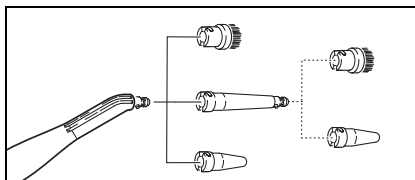

Fig. 8
- Punktstråledysen (D1) kan også anvendes sammen med forlængerrøret (D2), rundbørsten (D3) eller powerdysen (D4) (se fig. 8) Sæt spidsstykkets udsparinger på punktstråledysens indgreb og drej med uret til anslag.